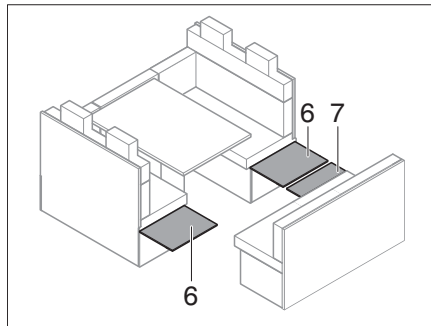

Fig. 197 Déployer les parois latérales
- Déployer les parois latérales des coffres de siège (Fig. 197,6) et la paroi avant des coffres de siège (Fig. 197,7).